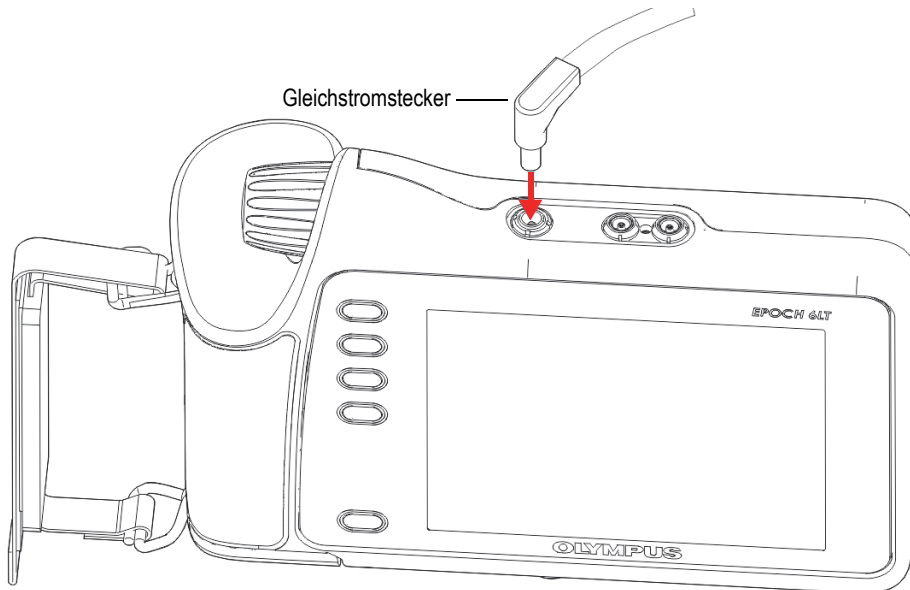

Abbildung 3-1 Anschließen des Gleichstromsteckers
1. Verbinden Sie den Gleichstromstecker mit dem Netzteil-/Ladegerät-Anschluss am Gerät (siehe Abbildung 3-1 auf Seite 42).